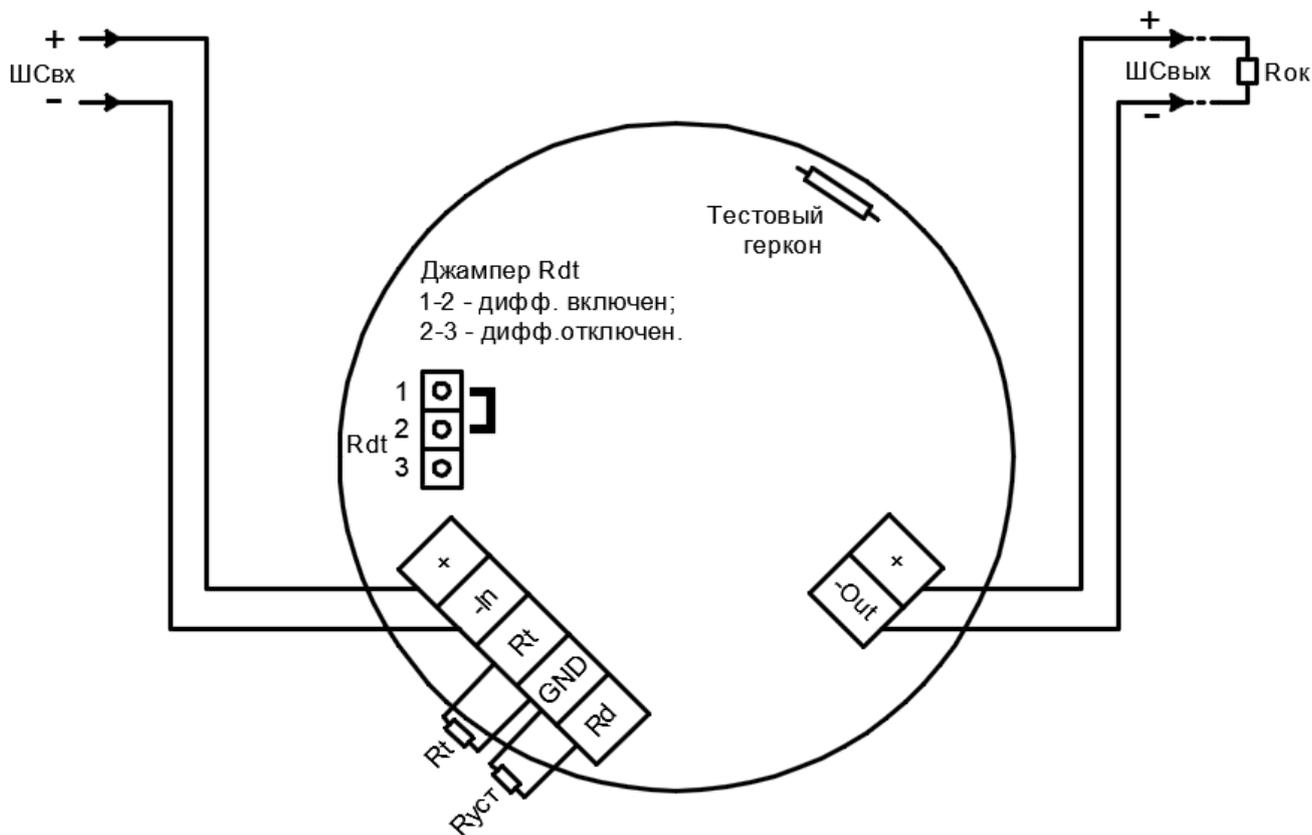

Рисунок 5 – Схема подключения
Все внешние провода подводятся к извещателю через внутреннее клеммное отделение, являющееся составной частью извещателя. Используются нажимные клеммы Wago для проводов сечением от 0,08 мм² до 2,5 мм². Подключение извещателя осуществляется по 2-х проводной линии связи в соответствии с рис. 5 настоящего РЭ.
- осуществить монтаж соединительного кабеля в кабельном вводе и соединить проводники в соответствии со схемой подключения к ППК, рис. 5 - 7.